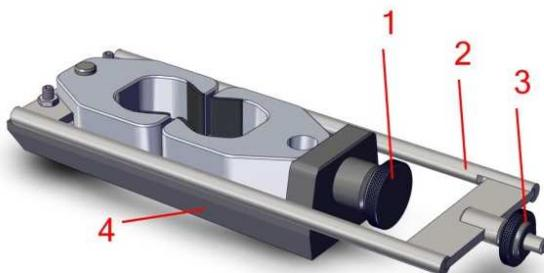
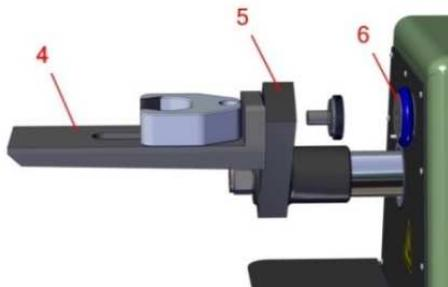
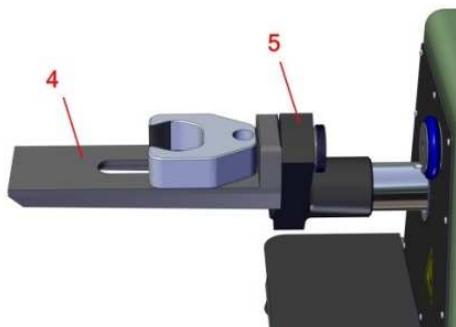
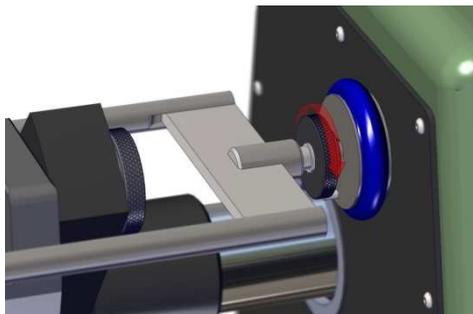

Рисунок 5.2.1
Рисунок 5.2.2
Рисунок 5.2.3
Рисунок 5.2.5
1. Снимите большой накатной соединяющий винт (Рисунок 5.2.1, Поз. 1) с основания приставки (Рисунок 5.2.1, Поз. 4). Снимите как мост изгибающий мост (Рисунок 5.2.1, Поз. 2), так и левую часть зажима с основания приставки.
2. Осторожно установите резьбовое отверстие основания приставки на подвижную штангу прибора (Рисунок 5.2.2, Поз. 5). Установите на место накатной винт и вручную затяните его, чтобы добиться прилегания основания приставки к подвижной штанге (Рисунок 5.2.2 / Рисунок 5.2.3).
3. Установите левую часть зажима и изгибающий мост на верхнюю поверхность основания приставки. Мягко вставьте шпильку моста в отверстие, расположенное в центре стационарного держателя зажима (Рисунок 5.2.2, Поз. 6).
3. Отрегулируйте накатную гайку моста (Рисунок 5.2.1) так, чтобы плоская поверхность гайки, обращенная к держателю стационарного зажима (Рисунок 5.2.2, Поз. 6) была на расстоянии примерно в $1/32''$ (.078 мм) от поверхности стационарного держателя зажима holder (см. Рисунок 5.2.5)